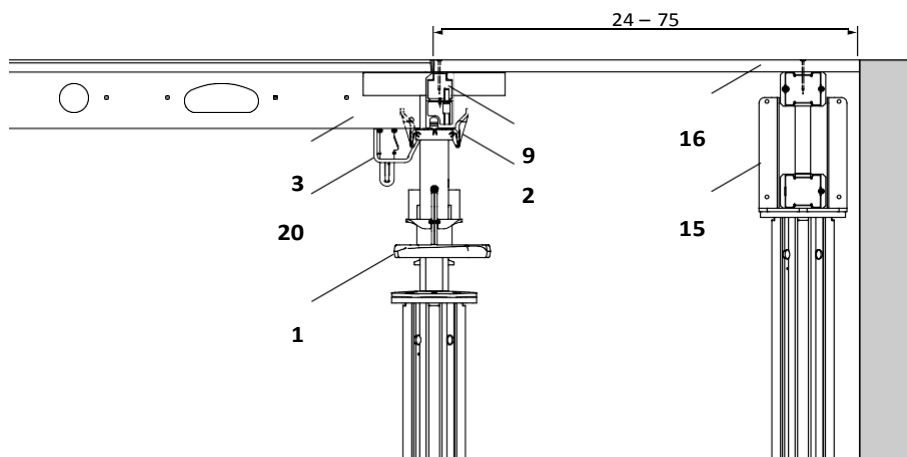

Fig. A5.39
1. Монтирайте панела SDP (3) в надлъжния трегер (2).
2. Поставете челната гредка SRT-2 (9) в надл. трегер.
3. Поставете допълнителна подпора с кръстата глава (15) и основа за шперплат.
4. Монтирайте шперплата (16) и го заковете. (Fig. A5.39 + A5.40)